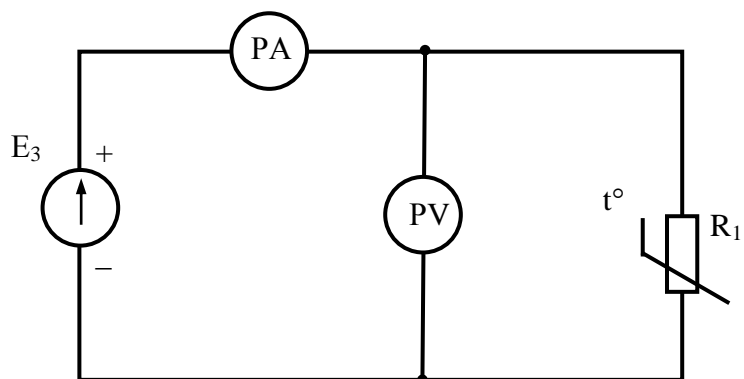

Рисунок 9.3 – Схема электрическая принципиальная для снятия
7. Рисунок 9.3 – Схема электрическая принципиальная для снятия вольт-амперной характеристики терморезистора с ПТК.